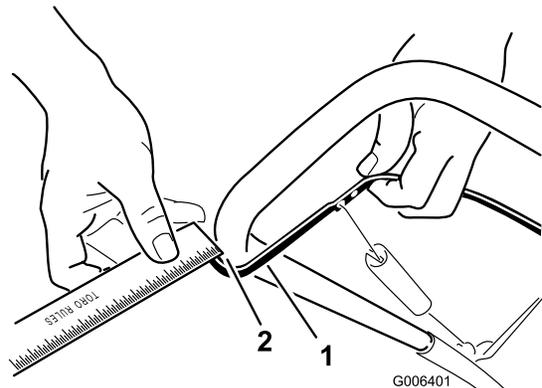

Figure 26
Rapprochez la barre de commande du guidon pour tendre le câble de commande (Figure 26).
Remarque: Vérifiez que la barre de commande et le guidon sont espacés de 2 à 3 mm (1/16 à 1/8") (Figure 26).
2. Accrochez le raccord en Z à un trou plus haut ou plus bas sur la bielle de réglage de manière à obtenir un écart de 2 à 3 mm (1/16 à 1/8") entre la barre de commande et le guidon (Figure 26).